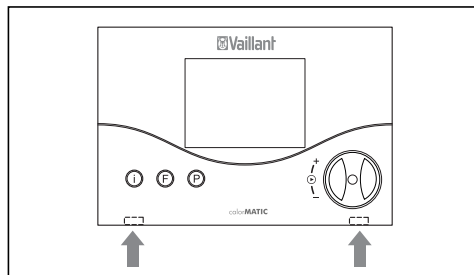

Fig. 4.1 Débloquage des crans d'arrêt
- Rabattez soigneusement les crans d'arrêt de côté à l'aide d'un tournevis (Fig. 4.1) et tirez le régulateur vers l'avant.